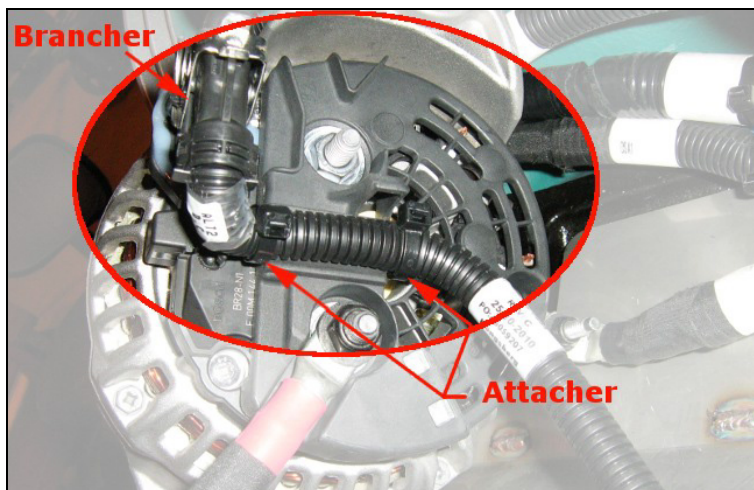

FIGURE 31
18. Brancher le câble de l'alternateur sur le connecteur de l'alternateur et les fixer avec des attaches de nylon #504637 (FIGURE 31).